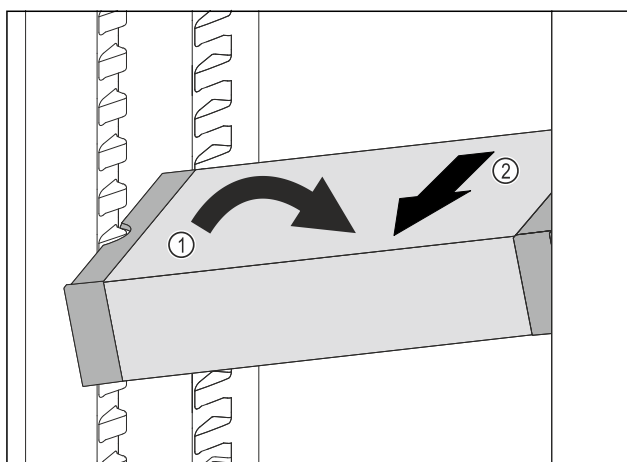

Fig. 217
- Ukosite ladicu VarioSafe u hladnjaku. Fig. 217 (1)
- Izvadite ladicu VarioSafe prema naprijed. Fig. 217 (2)